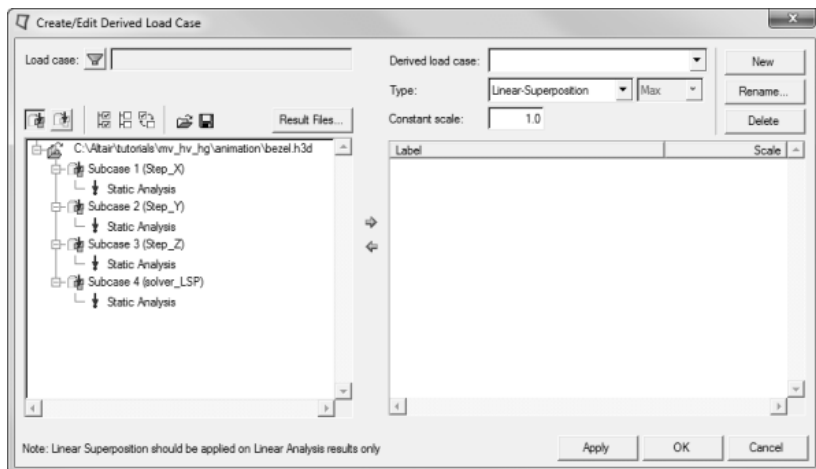

图 13-48 读入结果
- (1) 读入结果文件 bezel.h3d。
- (2) 从菜单栏中选择 Results>Create>Derived Load Steps，并设置 Type 为 Linear-Superposition，所有现有的载荷步和相应的模拟都在列表中了，如图 13-48 所示。